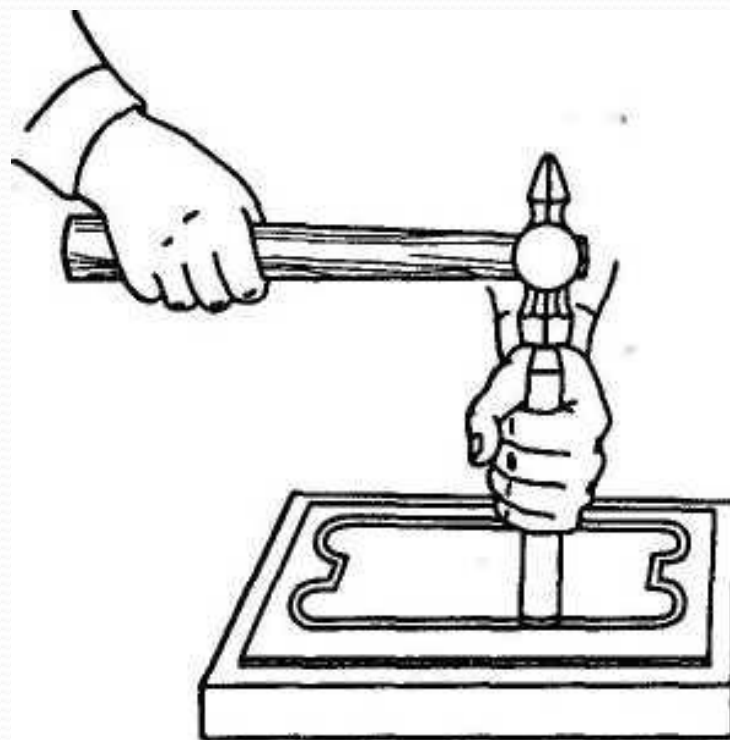

Рис. 2.27. Вырубание заготовки из листового материала
- **при вырубании из листового материала заготовки криволинейного профиля (рис. 2.27) оставлять припуск 1,0... 1,5 мм для последующей ее обработки, например, опиливанием;**